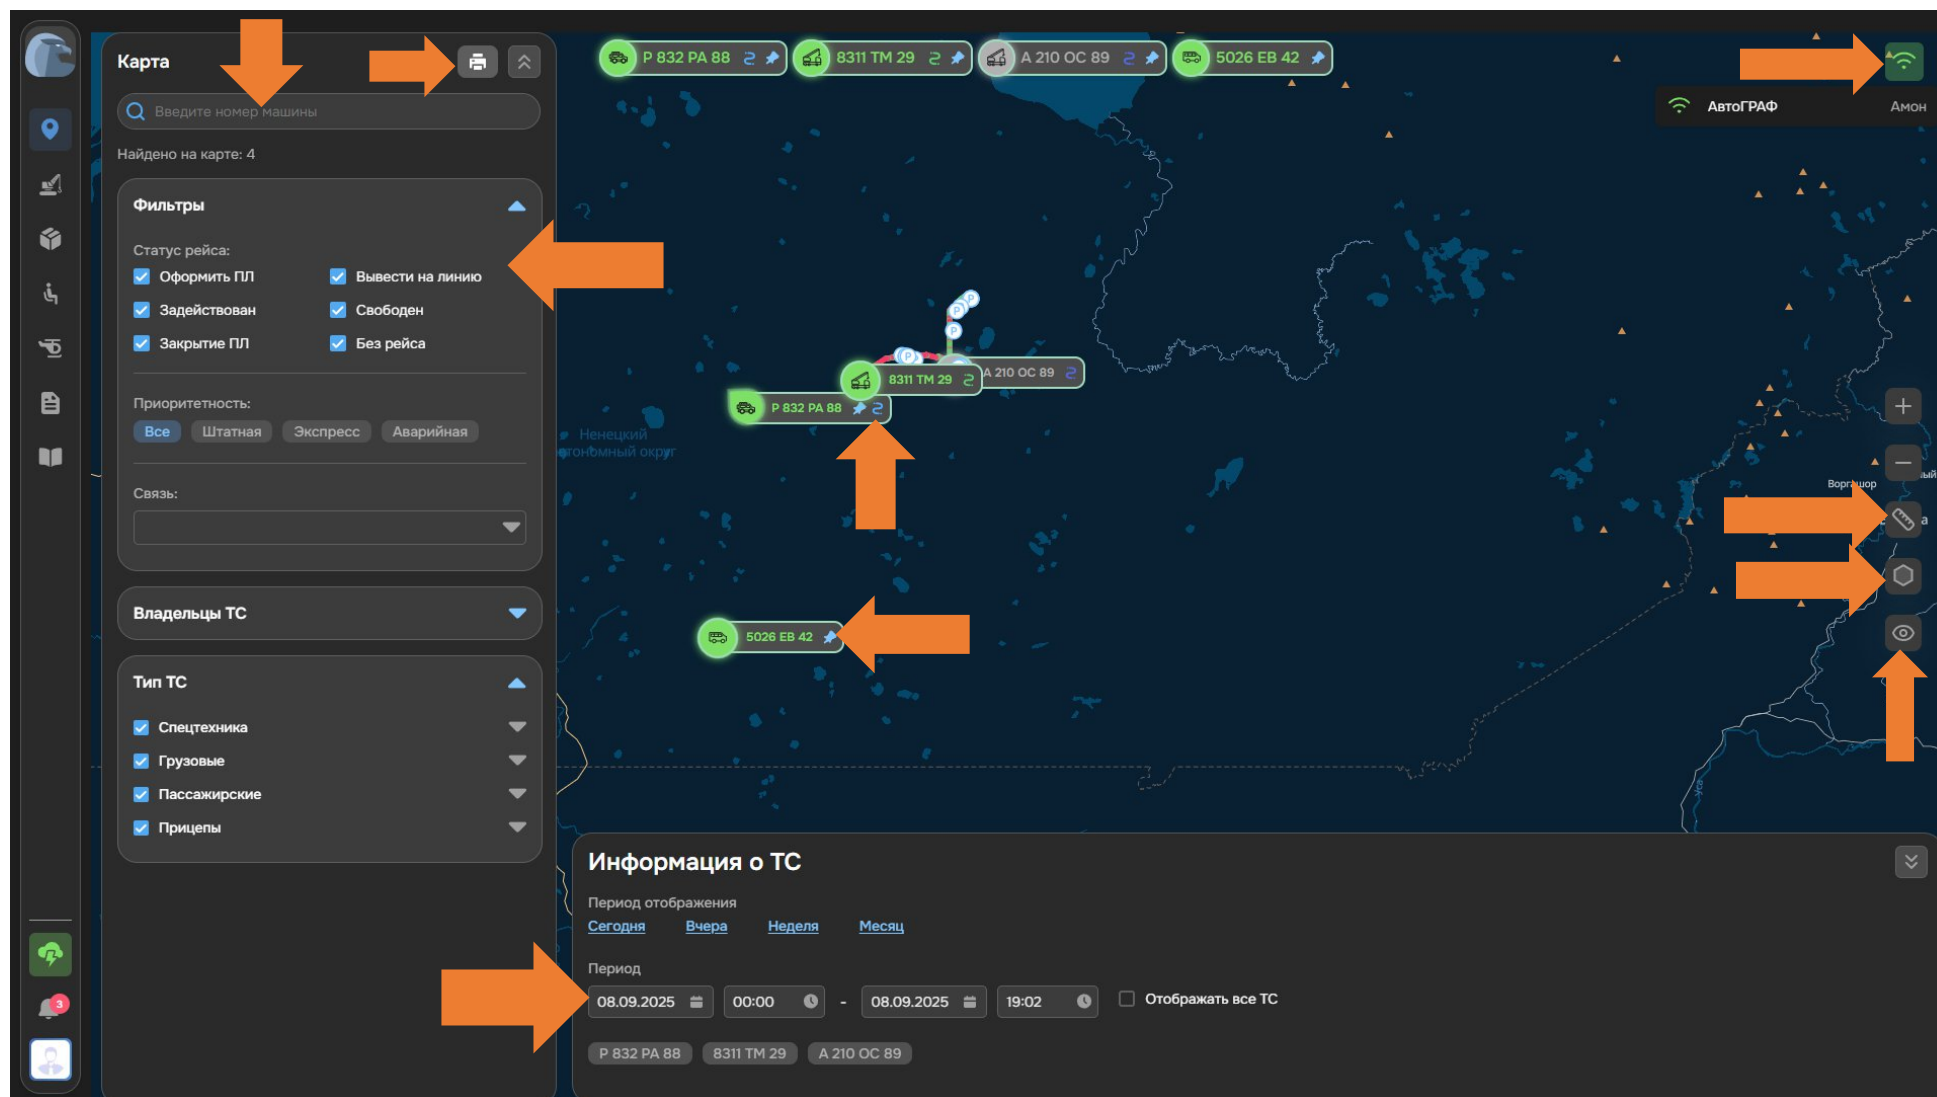

Рисунок 94. Карта
2. Поиск осуществляется вводом ГРЗ в поисковую строку, расположенную рядом со значком лупы (см. Рисунок 94).
3. Фильтрация осуществляется включением или выключением доступных фильтров среди блоков «Фильтры», «Владельцы ТС» и «Типы ТС» (см. Рисунок 94).
4. Нажмите на кнопку с изображением линейки, а затем выберите на карте точки для измерения расстояния между ними. Будет отображаться как расстояние между двумя точками, так и полное расстояние от первой до последней выбранной точки (см. Рисунок 94).
5. Если навести курсором мыши на ТС, то появится окно с информацией о ТС (см. Рисунок 94).
6. Если нажать на ТС, то в левой части отобразится подробная информация о его деятельности (см. Рисунок 94).
7. Если навести курсором мыши на ТС и нажать на появившуюся кнопку с изображением булавки, то отображение ТС будет закреплено, поэтому ТС будет отображаться независимо от выбранных фильтров (см. Рисунок 94).
8. Если навести курсором мыши на ТС и нажать на появившуюся кнопку с изображением трека, то будет построен трек ТС (см. Рисунок 94).
9. Выберите период в открывшемся интерфейсе снизу, чтобы посмотреть трек за период (см. Рисунок 94).
10. Если нажать на кнопку с изображением принтера, то откроется интерфейс печати отчета о превышении скорости выбранного ТС (см. Рисунок 94). Укажите параметры отчета и нажмите кнопку «Применить», чтобы распечатать отчет.
11. Для отображения геозон на карте нажмите на кнопку с иконкой шестиугольника (см. Рисунок 94).
12. Для настройки подписей ТС нажмите на кнопку с иконкой глаза (см. Рисунок 94).
13. Для контроля наличия связи с внешними системами мониторинга наведите курсор на иконку связи в правом верхнем углу интерфейса (см. Рисунок 94).